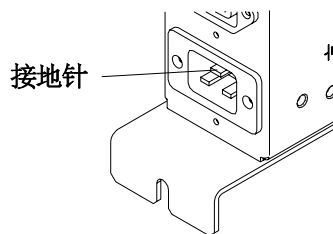

图 1-5. 输出分布框的接地针
- 检查各安装在控制器扩充里的设施（服务处理器、网络节点处理器、调制解调器、光盘驱动器）和 AC 输出分布框的接地针（参见图 1-5）都肯定有电力连接。